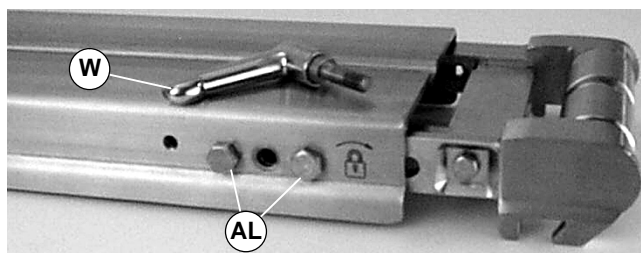

Abbildung 32
1. Den Hebel (W in Abbildung 32) entfernen.
2. Zwei (2) Schrauben (AL in Abbildung 32) entfernen.